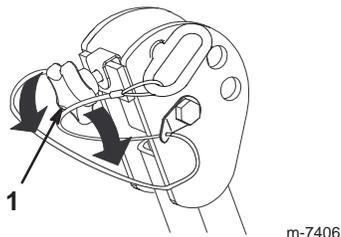

Bild 2
1. Lösen Sie zum Absenken des Überrollbügels die vorderen Griffe (Bild 2).
7. Ziehen Sie die vorderen Griffe gegen die mittleren Überrollbügelenden fest (Bild 2).